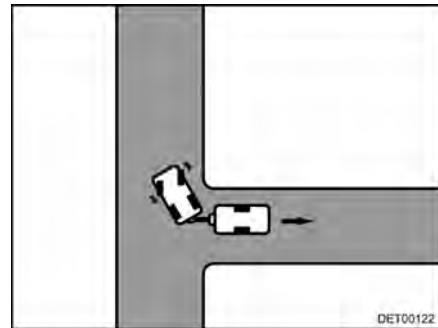

Bild 16 Styr åt höger
- Vrid ratten åt höger och backa försiktigt (Bild 16).